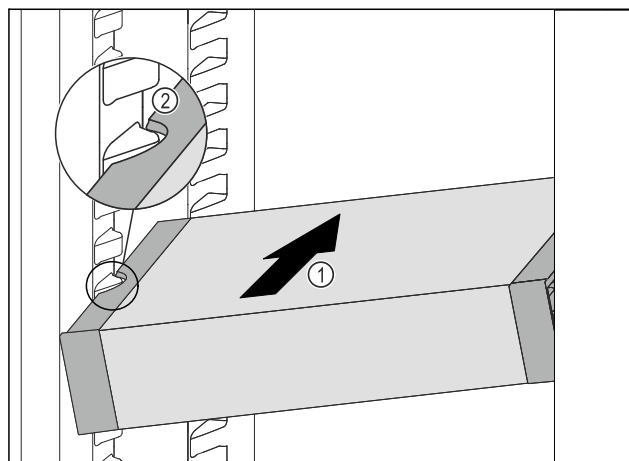

Fig. 78
- ▶ Вкарайте VarioSafe под ъгъл в хладилната част Fig. 78 (1), докато страничните прорези Fig. 78 (2) на VarioSafe се намират на височината на ребро на съда в хладилната част.